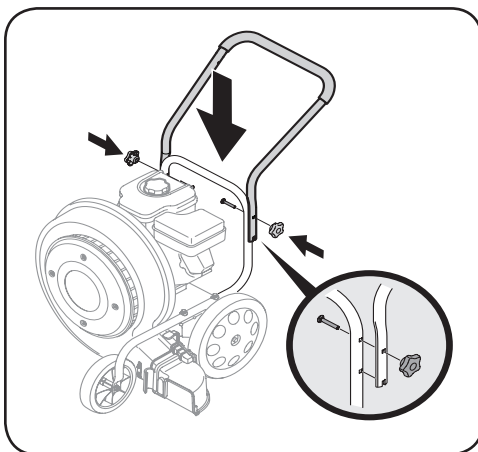

Figura 3-2
2. Coloque la manija superior sobre la inferior, alineando los orificios superiores/las lengüetas de metal de la manija superior con los orificios superiores/orificios inferiores de la manija inferior. Sujete la manija superior a la manija inferior con los pernos de carro (a) y las perillas en estrella (b) extraídos en el paso 1. Consulte la Figura 3-2.